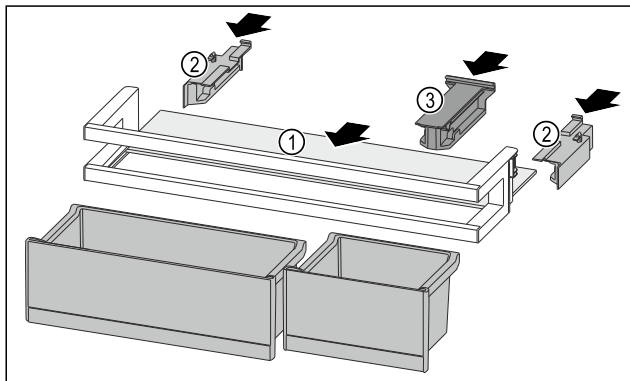

Fig. 140
- Umetnite policu Fig. 140 (1) u bočna udubljenja.
- Umetnite bočne dijelove Fig. 140 (2).
- Umetnite pridrži dio Fig. 140 (3).